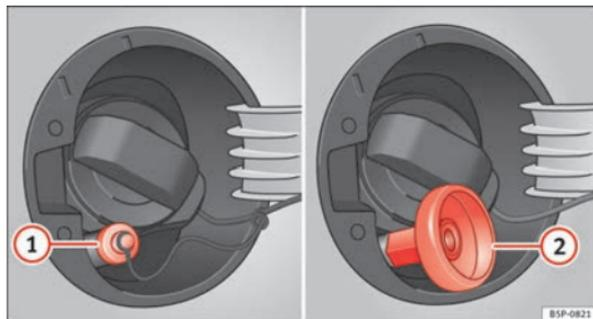

Fig. 160 Tampa do depósito aberta com bocal de enchimento de GPL e adaptador.
- Destape o bocal de enchimento de gás ⇒ Fig. 160 ①.
- Enrosque o adaptador correspondente ② ao bocal de enchimento de GPL.